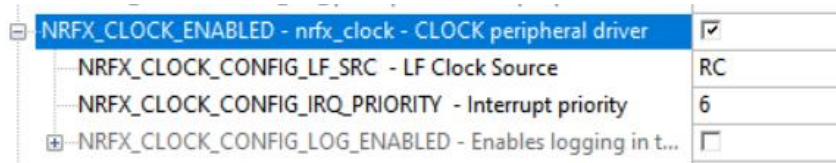

图 5.1：NRFX_CLOCK_ENABLED
- 展开”nRF_Drivers”->”NRFX_CLOCK_ENABLED”请按照图 5.1 进行修改：